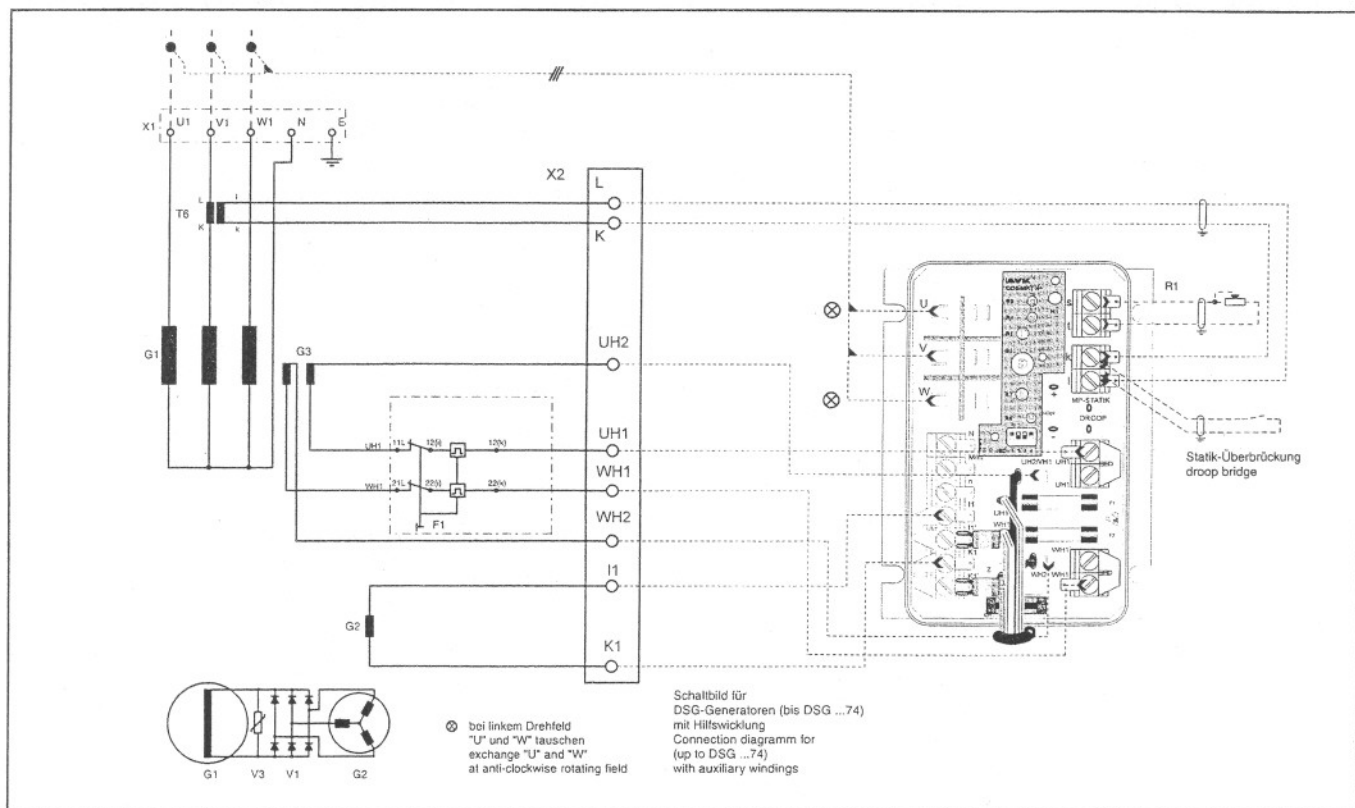

Рис.27– Внешний монтаж для генераторов DSG 52 - 74
**(Рис.27– Внешний монтаж для генераторов DSG 52 – 74)**